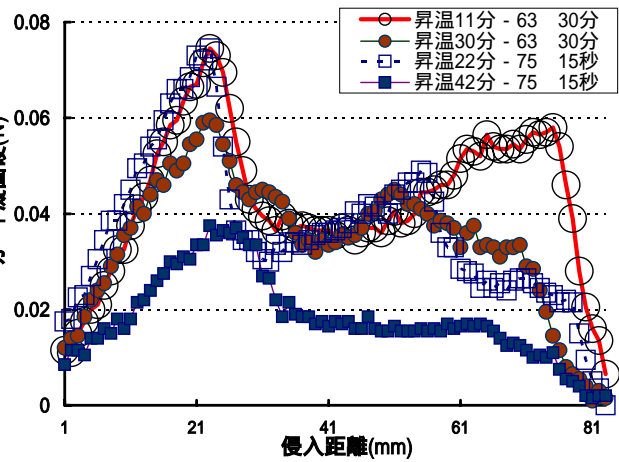

図2 昇温時間および殺菌条件とカードの硬さ
(3) 殺菌条件が「63 30分」あるいは「75 15秒」のいずれでも、カード凝固硬に差はみられなかった。しかし、殺菌温度までの昇温時間が長いほどカード凝固硬は低下した(図2)。